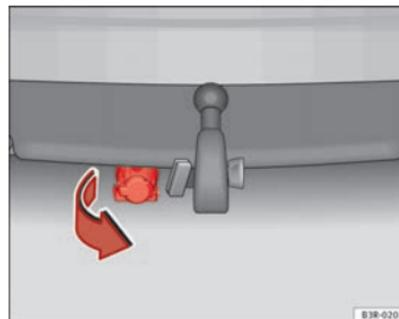

Fig. 158 Pára-choques traseiro: Rodar para baixo a tomada de corrente para o reboque
- Vire para baixo a tomada de corrente que se encontra sob o pára-choques, para ligar os cabos do reboque ⇒ Fig. 158.